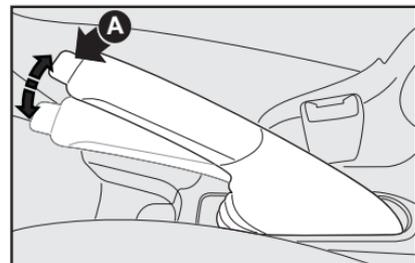

fig. 1
## FRENO DE ESTACIONAMIENTO - fig. 1
- 1) Levante un poco la palanca y presione el botón **A-fig. 1**.